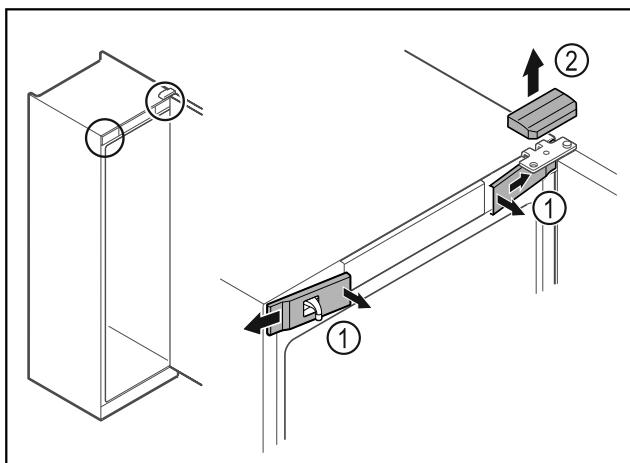

Fig. 16
► 从内侧松开前盖板 Fig. 16 (1)并移到一旁。
► 朝上取下上盖板 Fig. 16 (2)。